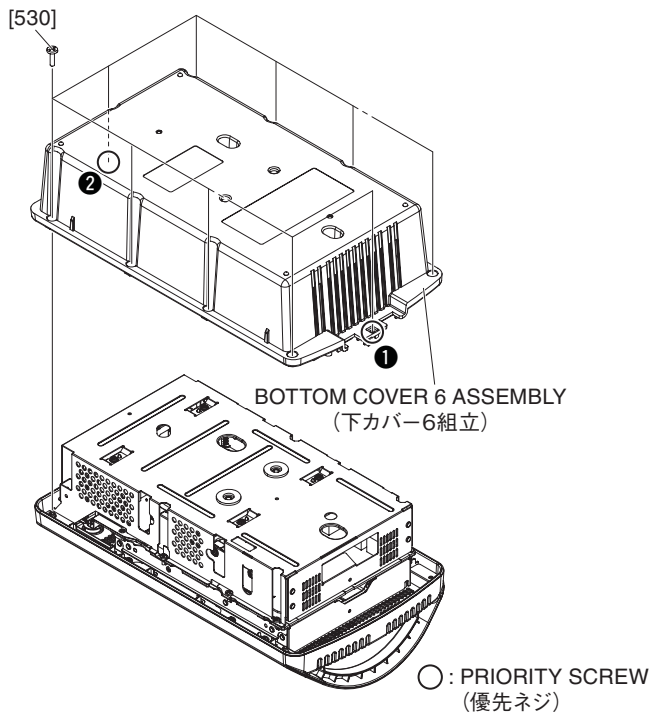

Fig. B-1 (図B-1)
B-1-1 Remove the ten (10) screws marked [530]. The bottom cover 6 assembly can then be removed. (Fig. B-1)
B-1-1 [530] のネジ 10 本を外して、下カバー 6 組立を外します (図 B-1)
- * When installing the bottom cover 6 assembly, first tighten the two (2) priority screws in order as shown in Fig. B-1.
- ※ 下カバー 6 組立を取り付けるときには、優先ネジ 2 本を図に示す順で先に締めてください。(図 B-1)